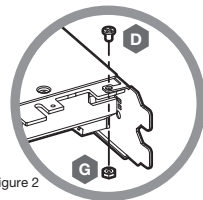

Figure 2
4. Certaines cartes graphiques, notamment les modèles NVIDIA® GEFORCE®, nécessitent également que vous fixiez le support I/O au circuit imprimé après l'installation d'un refroidisseur de remplacement. Fixez ce support en utilisant la vis M2.5 x 5 fournie et un écrou M2.5. (indiqué sur la Figure 2).
4. Bei einigen Grafikkarten, insbesondere NVIDIA® GEFORCE®-Modellen, müssen Sie die I/O-Halterung nach der Installation des Zubehörkühlers an der Platine befestigen. Befestigen Sie diese Halterung mit der beiliegenden Schraube M 2,5 x 5 mm und einer M 2,5-Mutter (siehe Abbildung 2).